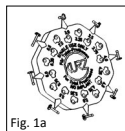
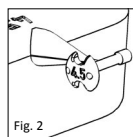

Fig. 1a
Fig. 2
■ **Fig. 1a, 1b/2** Sizer disken (Fig. 1a, 1b) til total-proteser har otte satellitformet anbragte individuelle sizerere af forskellig længde (3,0 - 7,0 mm). Den relevante længde er angivet på bagsiden af hver sizer (Fig. 2). Udsparingerne og borerne tjener til reduktion af vægten, samt til bedre oversigt ved udførelse af målingen i mellemøret.